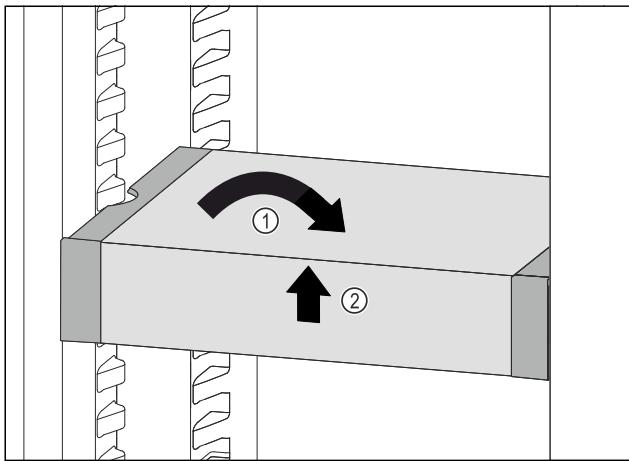

Fig. 99
► VarioSafe postavte rovno. Fig. 99 (1)
► VarioSafe nadvihnite vpred. Fig. 99 (2)